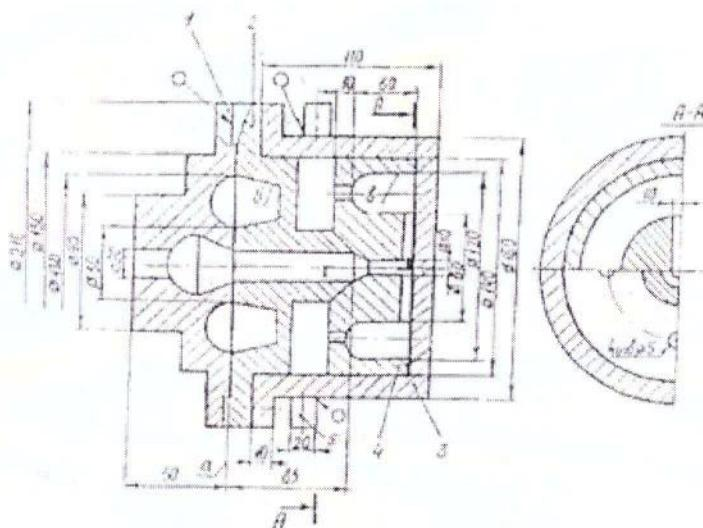

Рис. 14. Учебный узел 14
5. Сварить детали 3 и 5 (материал - сталь 50, производство – единичное), рис. 14.